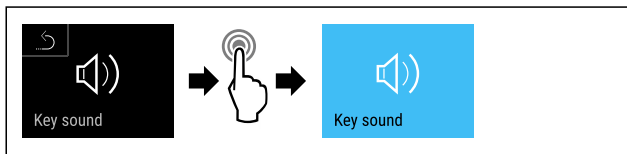

Fig. 112
- ▶ Suivre les étapes (voir Fig. 112).